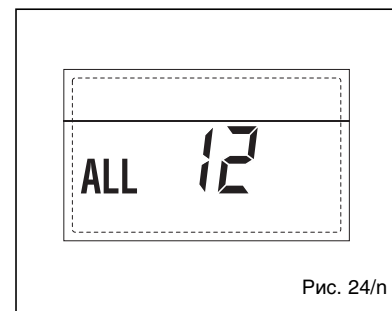

Рис. 24/n
– СРАБАТЫВАНИЕ МОДУЛИРУЕМОГО НАСОСА ПЕРВОЙ СМЕШАННОЙ ЗОНЫ «ТРЕВ 20» (рис. 24/p)